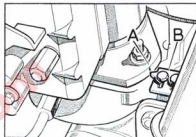

Fig. 78. Referencias en la bomba de inyección para la puesta a punto.
- 3.º Después de retirar el indicador, se hará girar el piñón de la bomba de inyección hasta que coincidan las ranuras de referencia, y se instalará en el motor asegurándose que la referencia, A (fig. 78) coincide con el indicador, B, puesta a punto.